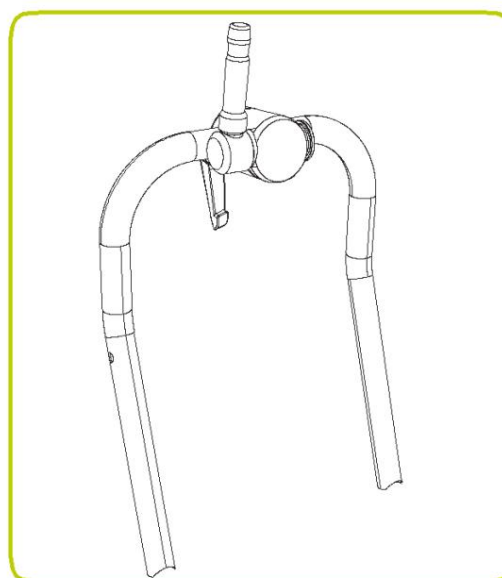

Figure 11.5 Collier de tige de poussée installé
8. La pince doit apparaître comme illustré à la Figure 11.5.